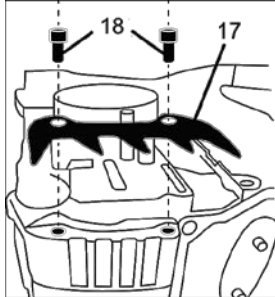

Рисунок 2
- встановіть на передній частині корпусу зубчастий упор (17, рисунок 2) та зафіксуйте його гвинтами (18, рисунок 2) з комплекту постачання;